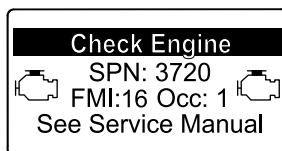

Bild 53
- Motorwarnung SPN 3720, FMI 16 (Bild 53)